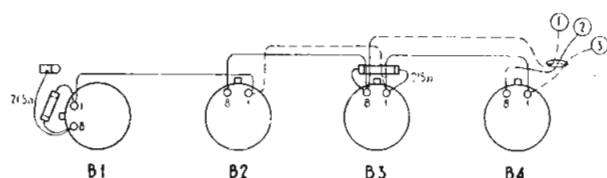

fig. 3
4. Punt 1 van deze buishouder wordt nu verbonden met punt 20 van de aansluitplaat, zie fig. 3 van de service-documentatie en bijgaande figuur 1.
6. De weerstanden R 55 en R 55 A (de twee parallel geschakelde weerstanden van 65 ohm, zie fig. 3 in de service-documentatie) moeten worden vervangen door een draadgewonden weerstand van 9 ohm - 12 W waartoe 2 weerstanden van 18 ohm parallel worden geschakeld, zie bijgaande figuren 1 en 2.
Als trimpunt 1 (zie fig. 3 in de service-documentatie) moet men het begin van de M.G. band op de schaal aanhouden.